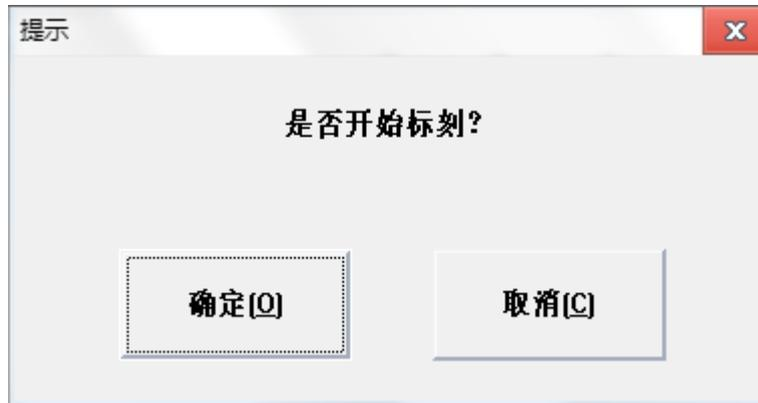

图 10-37
**显示开始标刻对话框:** 勾选后, 每次点标刻都会提示是否开始标刻, 如图 10-37